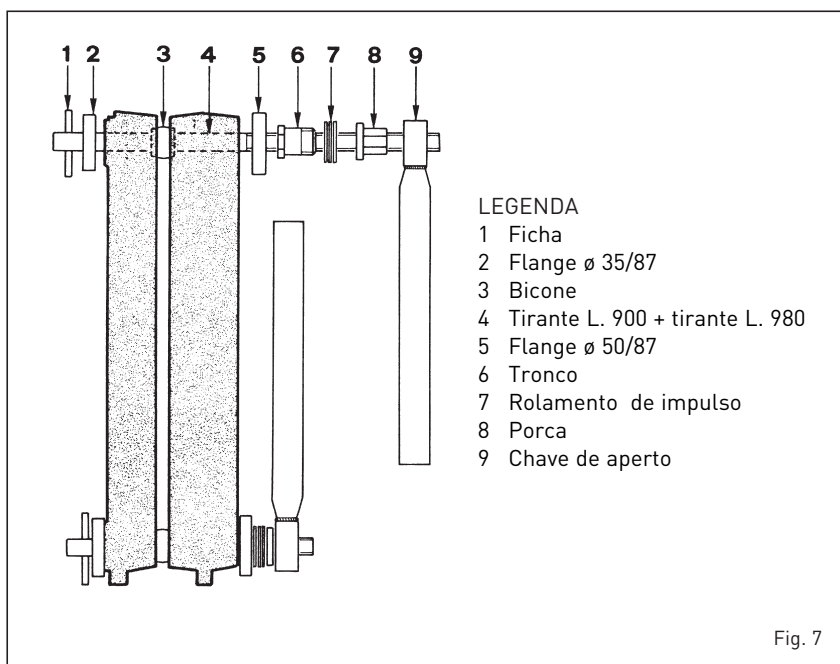

Fig. 7
- montar os elementos usando o equipamento composto por um par de tirantes de montagem com os relativos acessórios cód. 6050900 (fig. 7), exercendo a pressão simultaneamente no cubo superior e no cubo inferior. Caso durante a operação, o avanço entre os elementos não resulte uniforme e paralelo, introduzir um